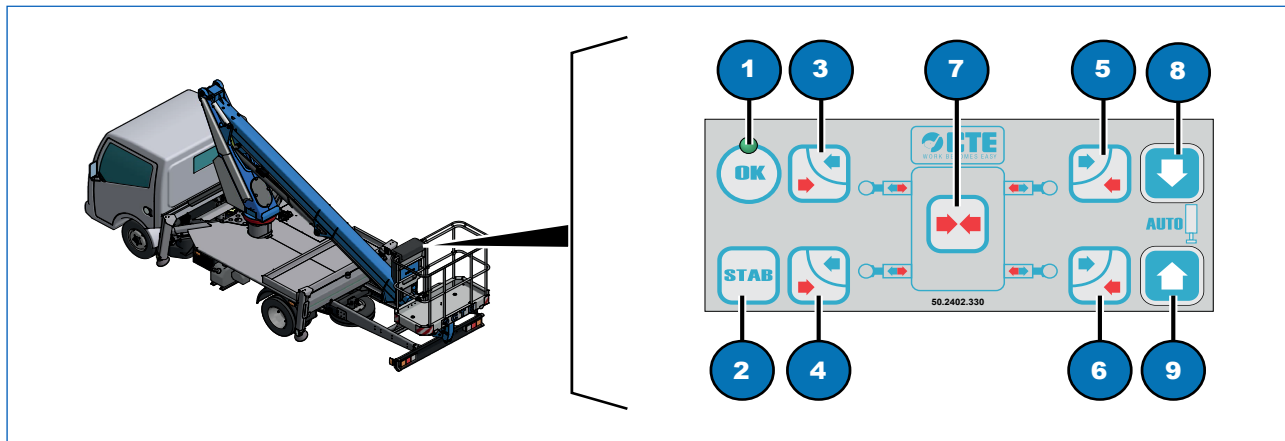

Fig. 15.3
La nacelle peut être équipée d'une stabilisation automatique qui comporte le remplacement du distributeur hydraulique par un distributeur électrohydraulique, sur le châssis, et le montage dans le panier d'une boîte à boutons de commande électrique (Fig. 15.3). Le distributeur électrohydraulique permet l'actionnement des stabilisateurs au moyen de leviers et d'une commande électrique.
Procédure (Fig. 15.3):
- appuyer sur le bouton-poussoir STAB (Fig. 15.3, 2) pour démarrer le moteur du véhicule;
Maintenir le bouton-poussoir STAB enfoncé (Fig. 15.3, 2) pendant toute la durée des opérations de stabilisation de l'élévateur à nacelle. En effet, le relâchement arrête immédiatement le moteur du véhicule, empêchant toute autre opération sur les commandes du panneau).
- Déployer les poutres des stabilisateurs en actionnant les boutons-poussoirs en alternance (Fig. 15.3, 3, 4, 5 et 6). Les mêmes boutons-poussoirs (Fig. 15.3, 3, 4, 5 et 6) commandent également la rétraction des poutres lorsqu'ils sont actionnés simultanément au bouton-poussoir central (Fig. 15.3, 7).
- Abaisser tous les stabilisateurs en actionnant le bouton-poussoir (Fig. 15.3, 8) de manière à soulever le porteur et à libérer les suspensions;
- Contrôler l'allumage du voyant (Fig. 15.3, 1), qui indique que la stabilisation du véhicule est terminée.